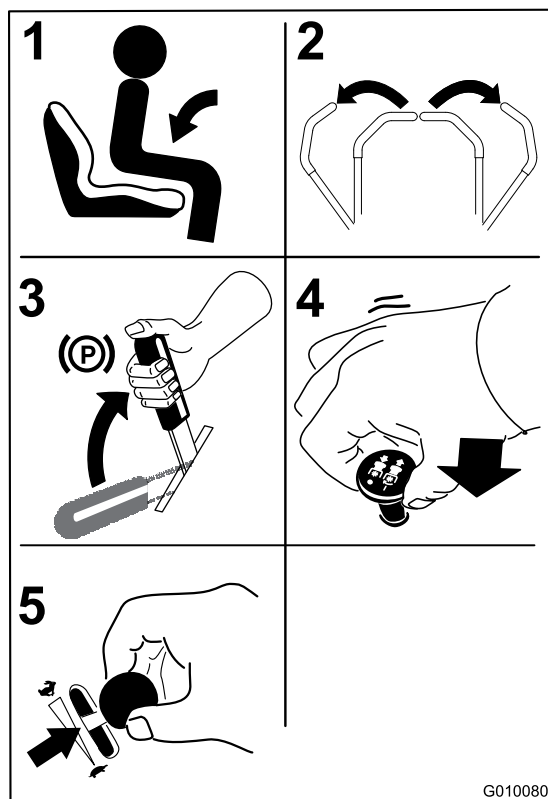

Figura 19
1. Siéntese en el asiento (Figura 19).
2. Mueva los controles de movimiento hacia fuera a la posición de bloqueo/punto muerto (Figura 19).
4. Mueva el mando de control de las cuchillas a la posición de Desconectado (Figura 19).